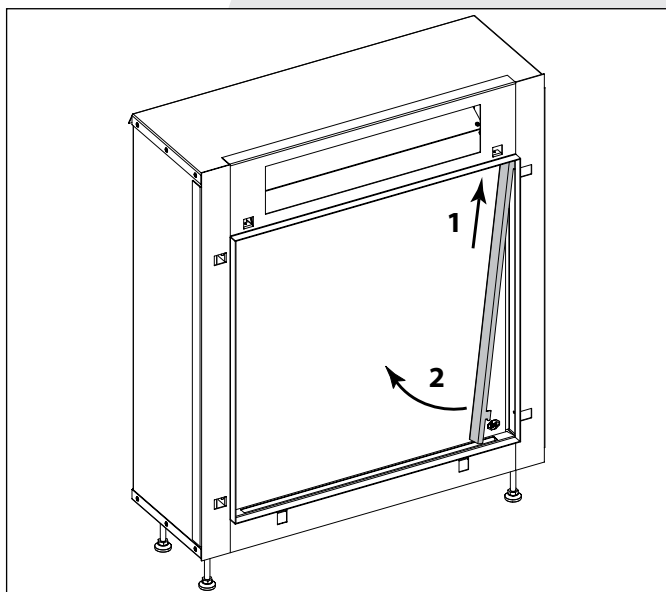

Abbildung 6
1. Entfernen Sie den Zierstreifen auf der rechten Seite des Geräts (**Abbildung 6**). Entfernen Sie ebenfalls den Zierstreifen auf der linken Seite. **Achtung! Durch das Entfernen der Zierstreifen lockert sich die Glasscheibe. Halten Sie die Scheibe während der Ausführung von Schritt 2 mit einer Hand in ihrer Position fest.**